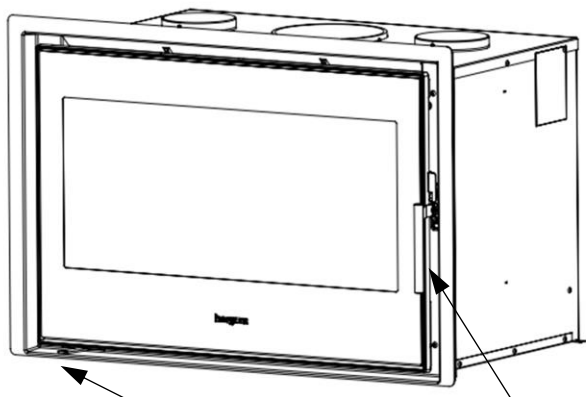

FIG. 1
1. Retirar los cuatro tornillos que sujetan la parte frontal de la bandeja soporte del ventilador (Fig.1).